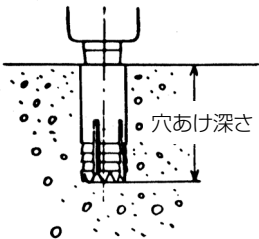

図 7
(2) スイッチを入れ、自穿孔アンカーで下穴をあけます。（図 7）